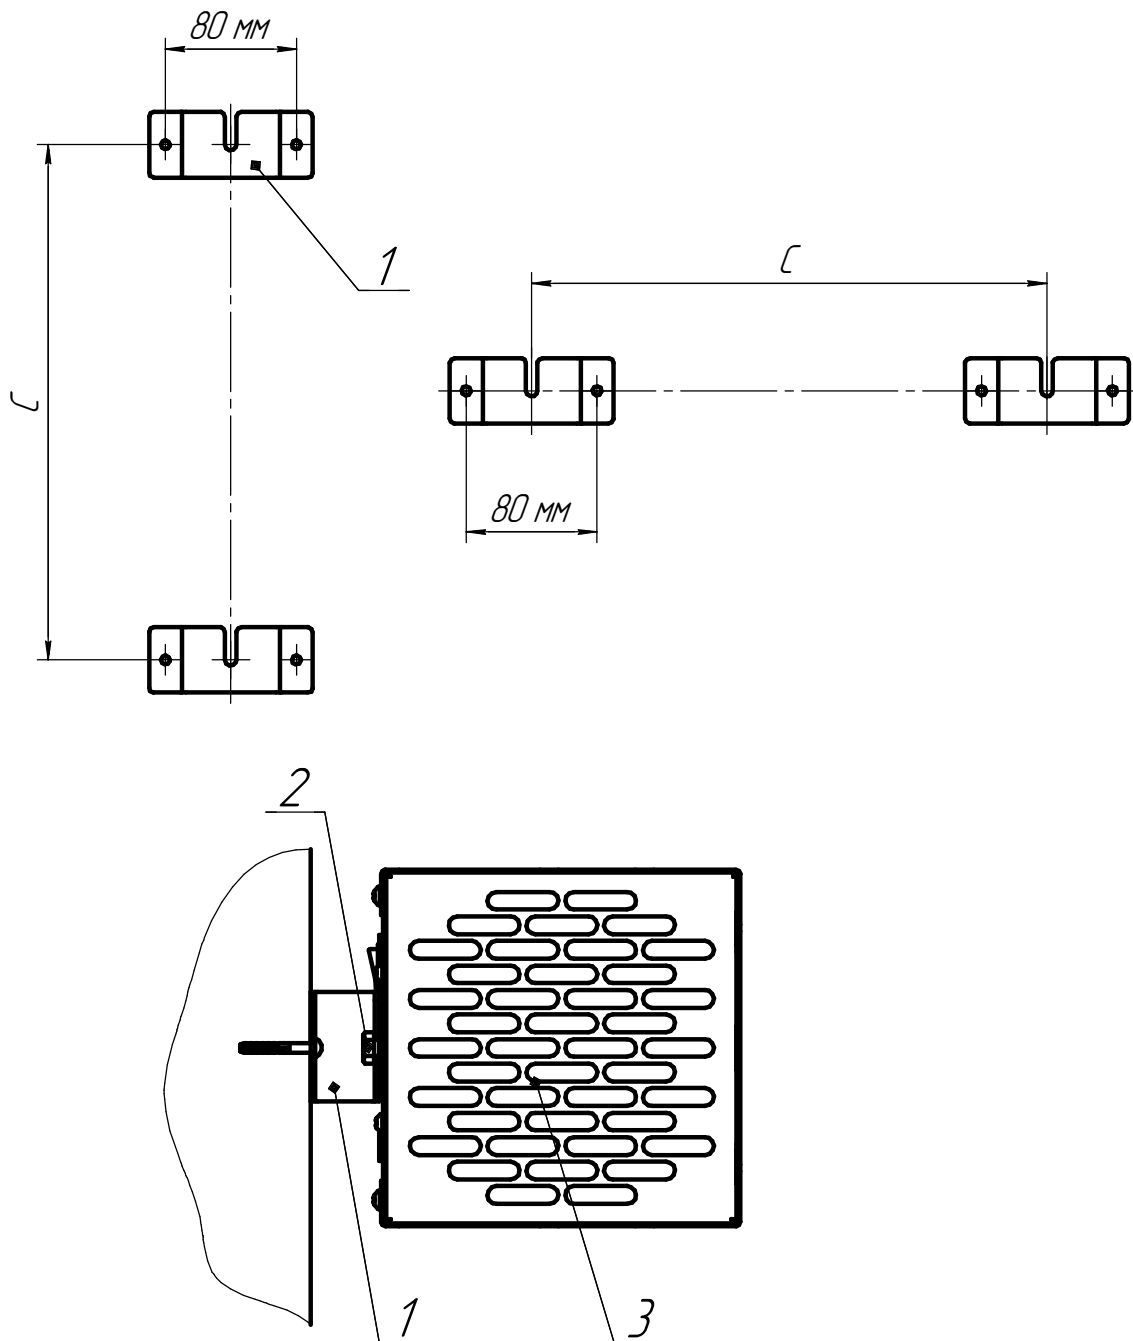

Рисунок 4. Схема установки рециркулятора на стену.
5.1.12 Для установки рециркулятора на стену, вкрутите 2 болта в установочные отверстия (поз. 2) и закрепите на стене две скобы подвеса (поз. 1 рисунок 4) в соответствии со схемой (рис 4).